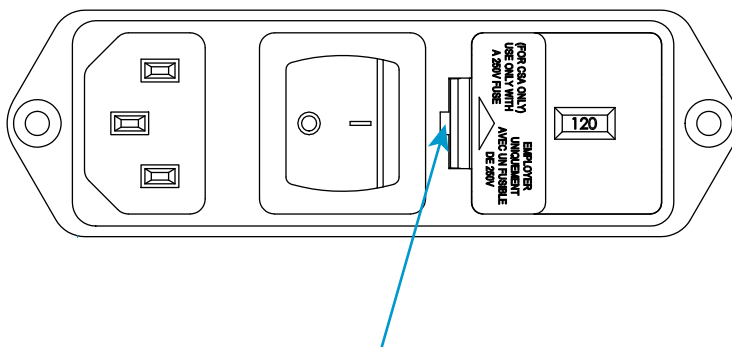

Figura 5. Estrazione del portafusibili
2. Inserire un piccolo cacciavite a testa piatta nello slot indicato nella Figura 5 a pagina 40 e spingere fuori il portafusibili.